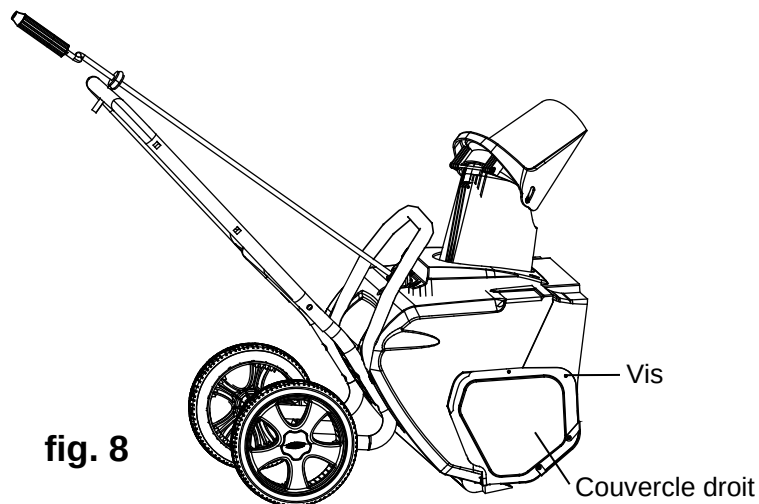

fig. 8
1. Retirez les 4 vis qui retiennent le couvercle du boîtier principal de la souffleuse (fig. 8).